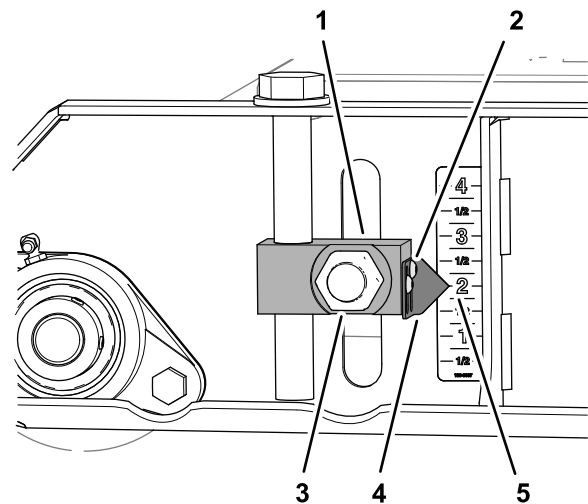
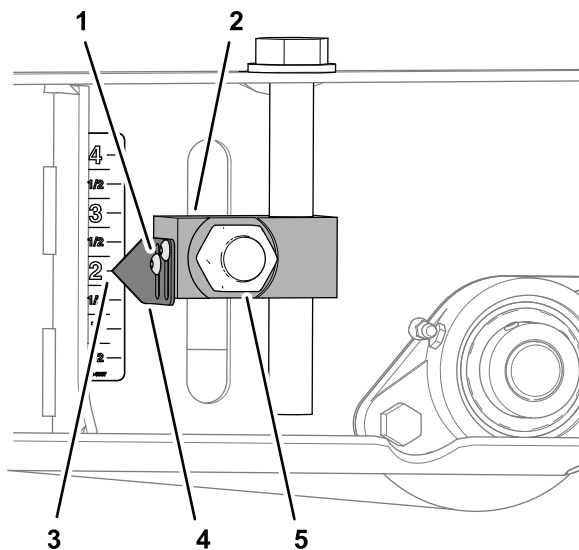

Bild 82
Bild 84
3. Lösen Sie die beiden Innensechskantschrauben, mit denen der Zeiger am Verstellblock befestigt ist, richten Sie den Zeiger auf die 2-Zoll-Markierung auf dem Aufkleber aus und ziehen Sie die Schrauben wieder fest (Bild 82).
6. Lösen Sie die Innensechskantschrauben, mit denen die beiden Zeiger am Verstellblock befestigt sind, richten Sie die Zeiger auf die 2-Zoll-Markierung auf dem Aufkleber aus und ziehen Sie die Schrauben wieder fest (**Bild 84**).
7. Ziehen Sie die vier Muttern, mit denen die Schnitthöhenverstellungen (**Bild 82** und **Bild 84**) an den vorderen und hinteren Rollen befestigt sind, auf ein Drehmoment von 322 bis 396 N·m an.